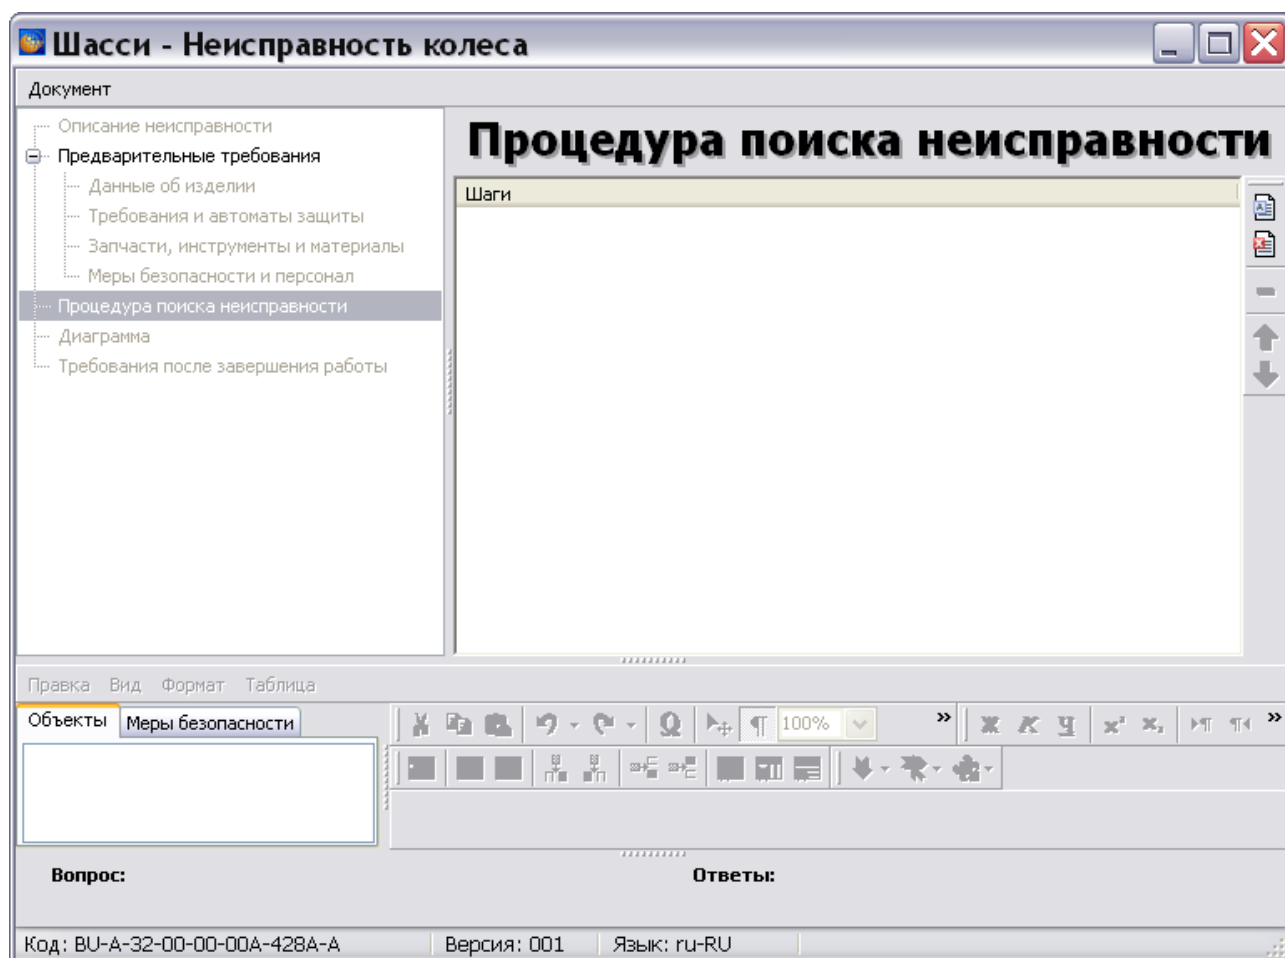

Рис. 8.11
5. Выделите версию и нажмите на кнопку  **Редактировать**. При этом откроется окно редактора (Рис. 8.11).
Область разделов редактора расположена в левом верхнем окне. Разделы представлены в виде дерева. Вид правого окна редактора зависит от выбранного раздела. По умолчанию загружен раздел «Процедура поиска неисправности» (Рис. 8.11).